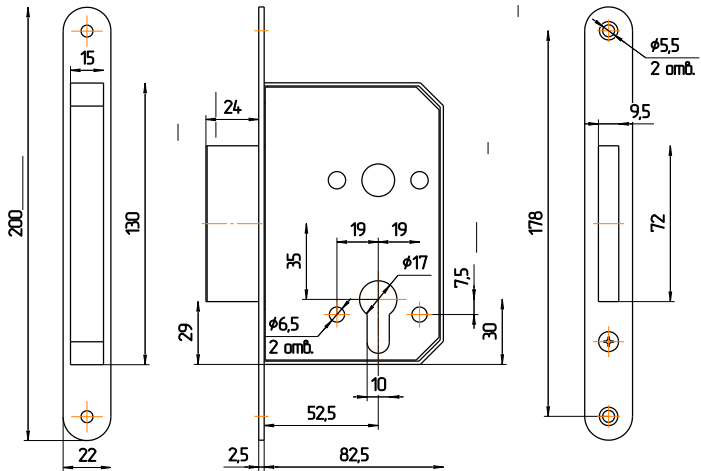

Рис.2
4.1. Произвести разметку на двери согласно рис.2. Выполнить на торце полотна двери гнездо для корпуса замка, а также отверстия для крепежа замка. Выполнить на полотне двери отверстия для МЦ и крепежа накладок, а в дверной коробке отверстие под засов.